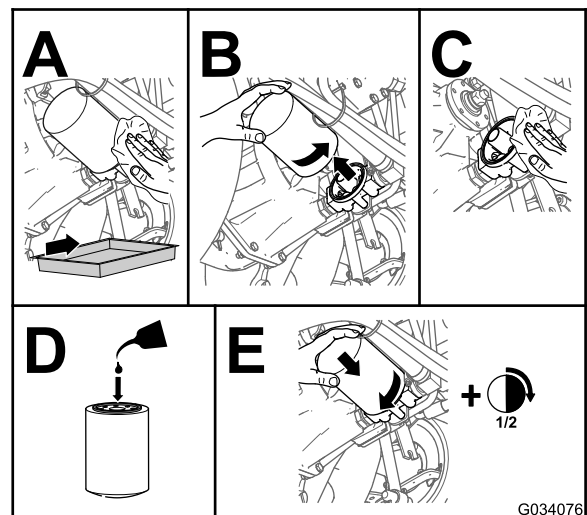

Figure 84
4. Remplacez le filtre hydraulique (Figure 84).